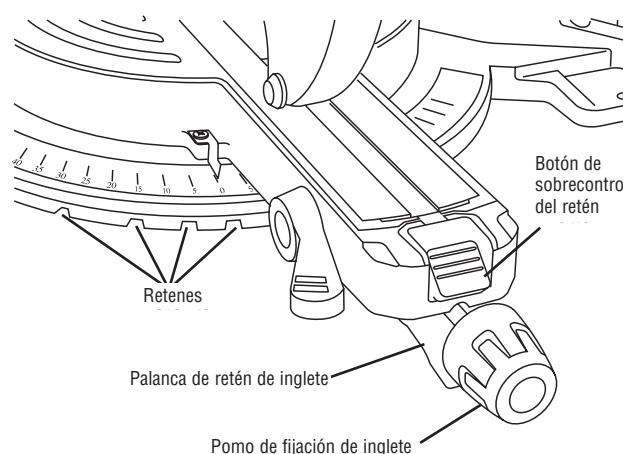

Figura 41. Sobrecontrol del retén
- Jale hacia arriba la palanca de retén de inglete y manténgala jalada. La palanca está ubicada debajo del brazo delantero de la mesa giratoria (vea la figura 41).
- Presione hacia abajo sobre la mitad superior del botón de sobrecontrol del retén y luego reduzca la presión sobre la palanca de retén. El botón de sobrecontrol permanecerá en la posición hacia ABAJO (vea la figura 41).